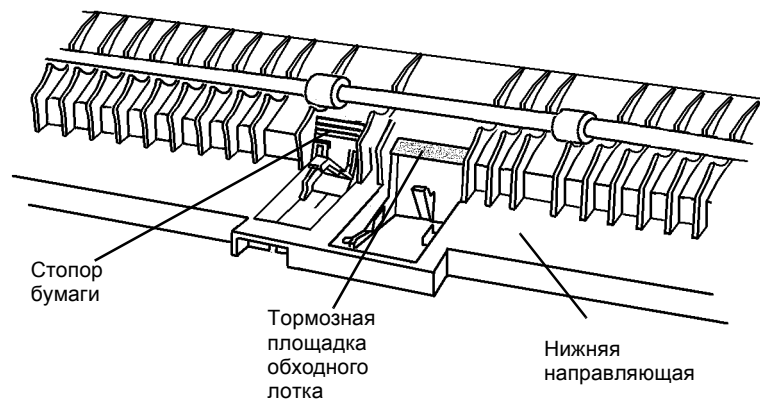

Рисунок 5 Positionирование стопора бумаги
2. Во избежание застреваний с кодом С3 при выполнении шага 2 расположите стопор бумаги и тормозную площадку обходного лотка, как показано (Рисунок 5).